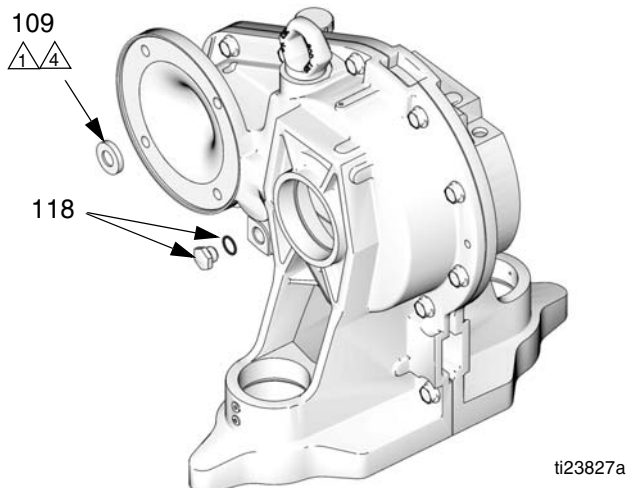

FIG. 4. Tenute del riduttore
2. Vedere FIG. 4. Sul lato motore del riduttore a ingranaggi, svitare il tappo dell'olio di drenaggio (118) ed estrarre la guarnizione. Forare la tenuta di ingresso (109) con una vite di lamiera temprata e estrarla.